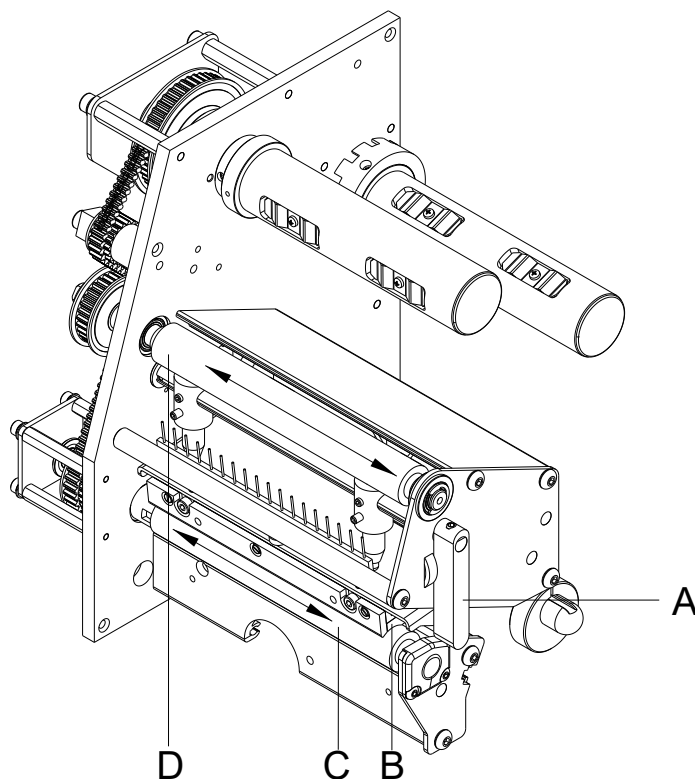

Figure 15
2. Tourner le levier (A, Figure 15) en sens inverse des aiguilles d'une montre pour déverrouiller la tête d'impression (B, Figure 15).
5. Tourner le rouleau (D, Figure 15) manuellement pas à pas pour pouvoir nettoyer tout le rouleau (ne possible que l'imprimante est mise hors marche, sinon le moteur à pas est sous tension et le rouleau est tenu dans sa position).
7. Pour fermer la tête d'impression (B, Figure 15) tourner le levier (A, Figure 15) dans le sens des aiguilles d'une montre jusqu'à ce qu'il engage.
2. Tourner le levier (A, Figure 15) en sens inverse des aiguilles d'une montre pour déverrouiller la tête d'impression.
7. Pour fermer la tête d'impression tourner le levier (A, Figure 15) dans le sens des aiguilles d'une montre jusqu'à ce qu'il engage.